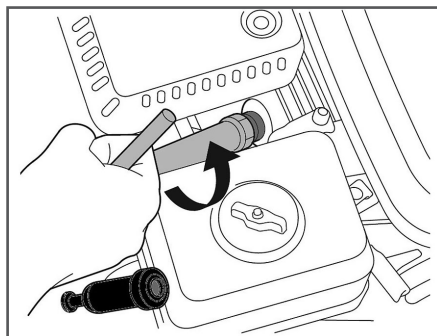

Рис. 18 Обслуживание свечи зажигания
- Открутите свечу зажигания свечным ключом (Рис. 18).